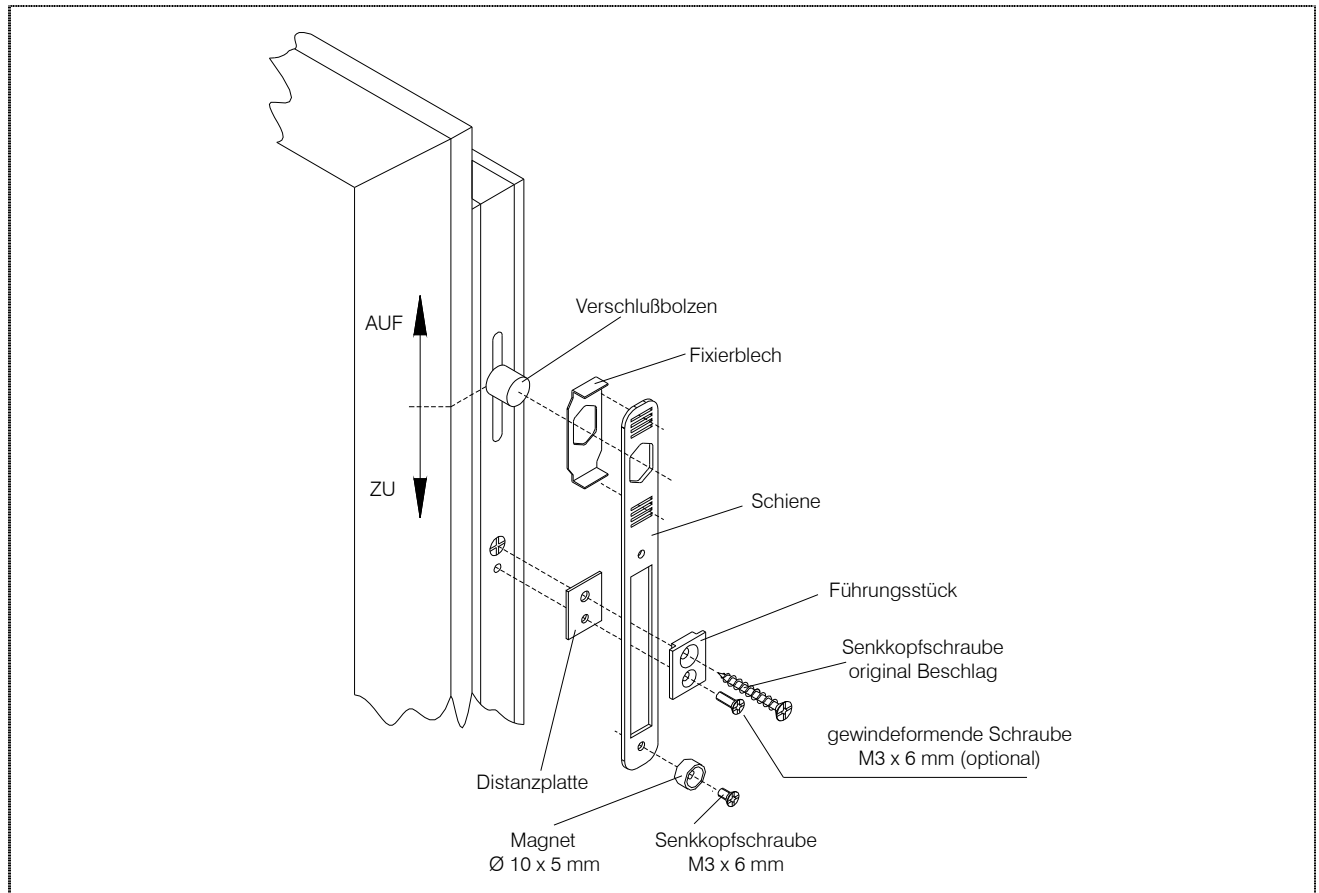
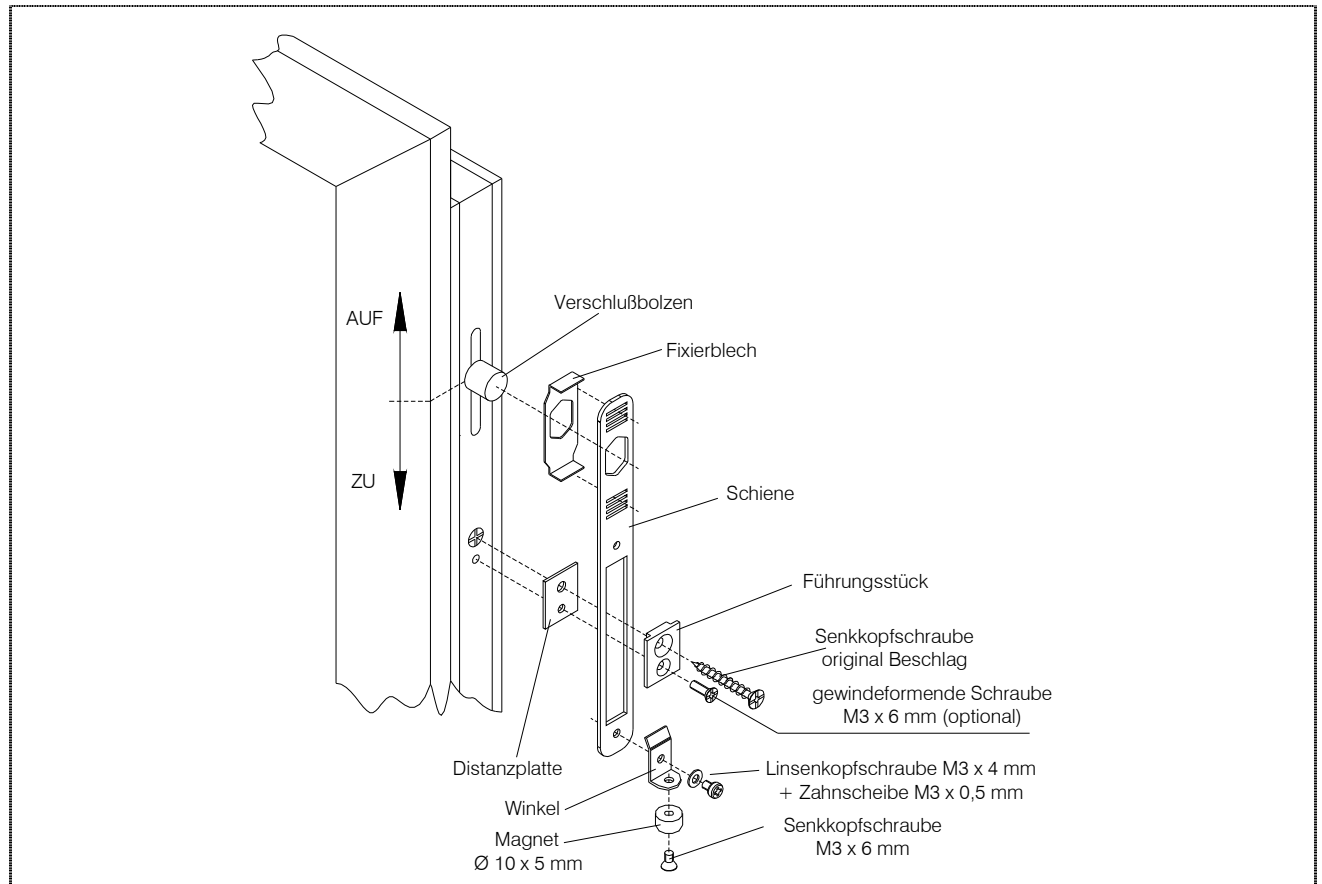

Bild 1 Montage der Einzelteile für Magnetschalteinbau am Fenster
Bild 4 Montage der Einzelteile für Magnetschalteraufbau am Fenster
- Es ist ein geeigneter Montageort zu wählen, an dem die Schiene (siehe Bild 1 bzw. Bild 4) befestigt werden kann.
- Den Magnet (bei Aufbau mit Winkel) entsprechend Bild 1 bzw. Bild 4 auf die Schiene montieren und alle Schrauben mit Schraubensicherungslack Loctite 243 sichern.
- Befestigung der Schiene mittels Führungsstück, Distanzplatte und Schraube an geeigneter Stelle am Fensterbeschlag (siehe Bild 1 bzw. Bild 4).